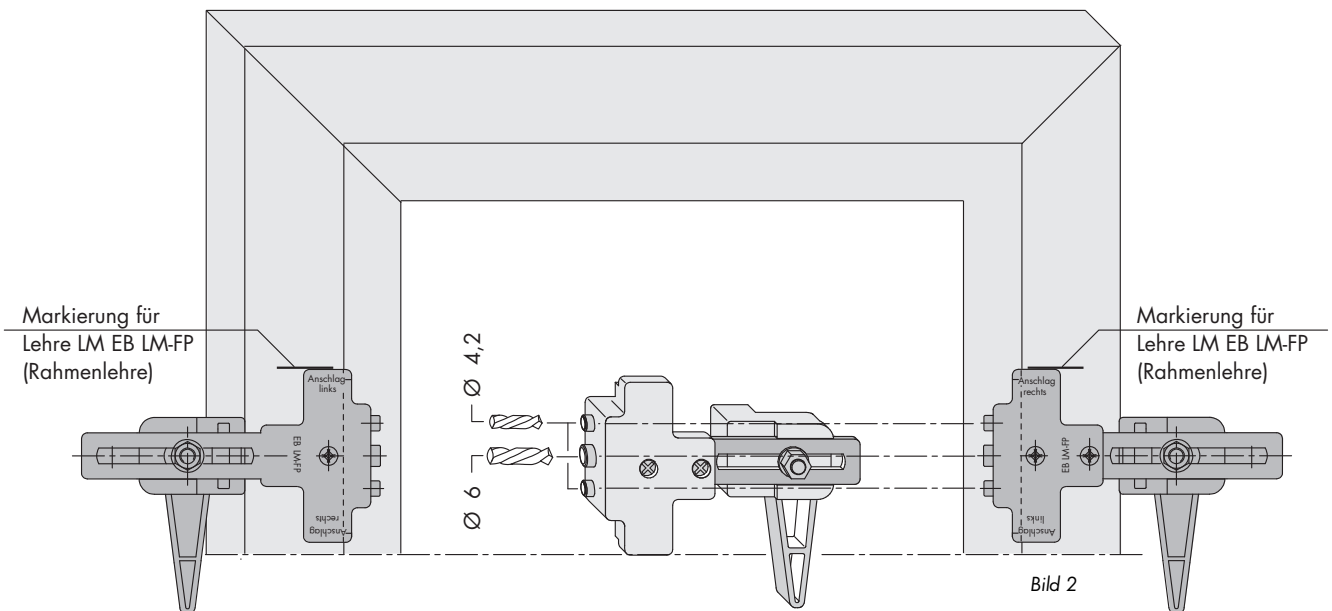

Bild 2
12. Lehre LM EB LM-FP positionieren und festklemmen (siehe Bild 2).
13. Bohrungen $\varnothing 4,2$ und Bohrung $\varnothing 6$ bohren (siehe Bild 2).